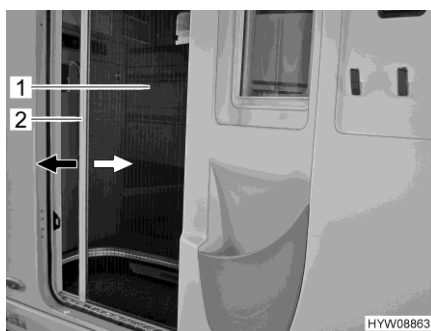

Fig. 53 Moustiquaire (porte cellule)
- Saisir la barre-poignée (Fig. 53,2) avec les deux mains et tirer la moustiquaire (Fig. 53,1) de manière régulière en dehors de son logement dans la porte.
- Saisir la barre-poignée (Fig. 53,2) avec les deux mains et repousser la moustiquaire (Fig. 53,1) d'une légère pression dans son logement dans la porte.